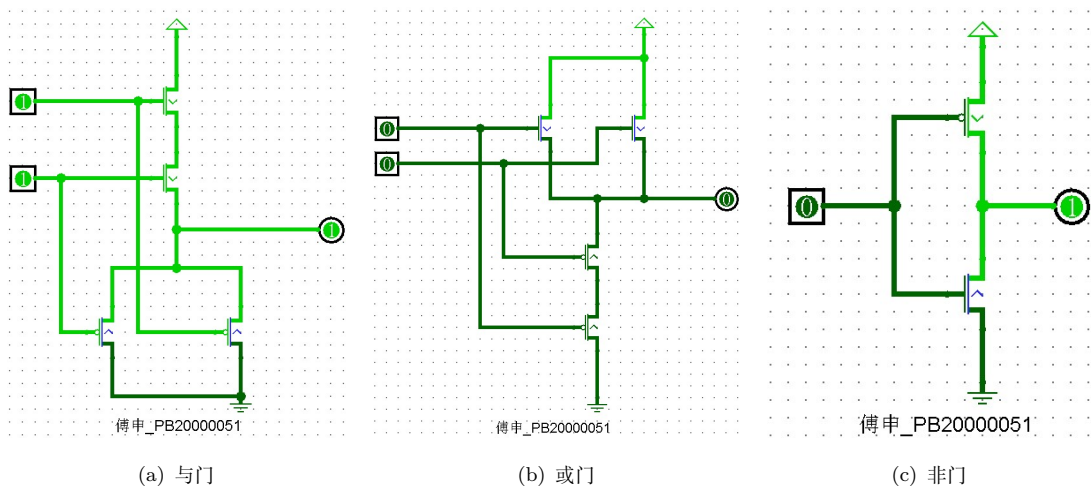

图 3: 按照指导书搭建的逻辑门
题目 3. 按照指导书中图片搭建的逻辑门如下图 3.
1. 如图 3(a), 当两个输入都为高电平时, 上端两个串联的 NMOS 都导通, 而下端两个并联的 PMOS 都截止, 此时输出端为高电平. 在其他情况下, 上端两个串联的 NMOS 至少有一个截止, 整体表现为截止, 而下端两个并联的 PMOS 至少有一个导通, 整体表现为导通, 所以输出端接地 (低电平).
2. 如图 3(b), 当两个输入都为低电平时, 下端两个串联的 PMOS 都导通, 而上端两个并联的 NMOS 都截止, 此时输出端接地 (低电平). 在其他情况下, 下端两个串联的 PMOS 至少有一个截止, 整体表现为截止, 而上端两个并联的 NMOS 至少有一个导通, 整体表现为导通, 所以输出端为高电平.
3. 如图 3(c), 当输入为高电平时, 上端 PMOS 截止, 下端 NMOS 导通, 输出端接地 (低电平); 当输出为低电平时, 上端 PMOS 导通, 下端 NMOS 截止, 输出端为高电平.